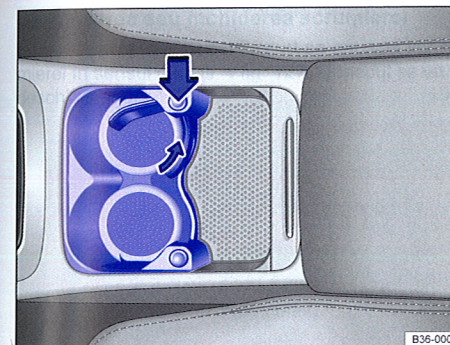

Fig. 124 În consola centrală față: suport pentru pahare (varianta 1). Desfaceți suportul din suportul pentru pahare deschis.
- Apăsați butonul $\Rightarrow$ fig. 124 (săgeata groasă) pentru a roti suportul în afară.
- Rotiți înapoi suportul în consolă $\Rightarrow$ fig. 124 (săgeata mică). Suportul trebuie să se fixeze în poziție.